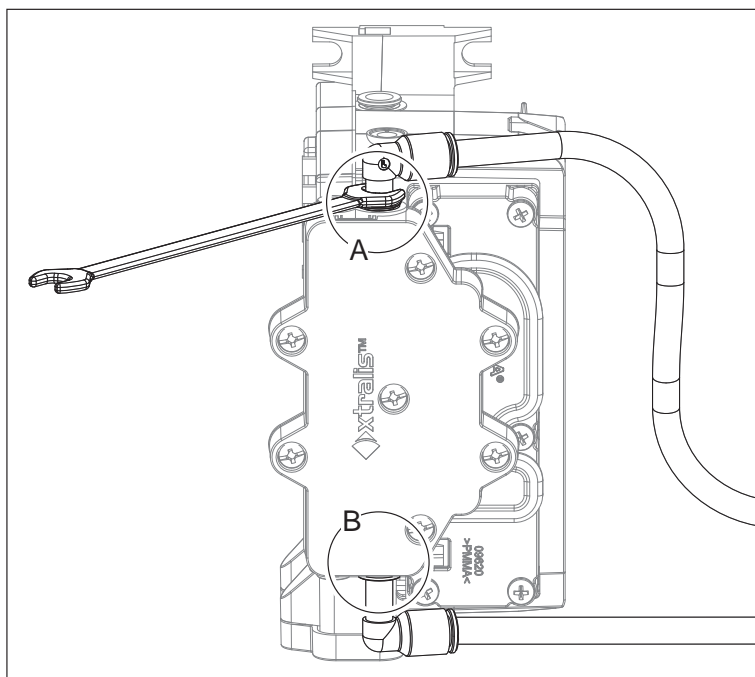

Рис. 7-33: Демонтаж модуля дымового датчика
10. Извлеките модуль дымового датчика (Рис. 7-33). Отсоедините две трубки (А и В) от модуля.